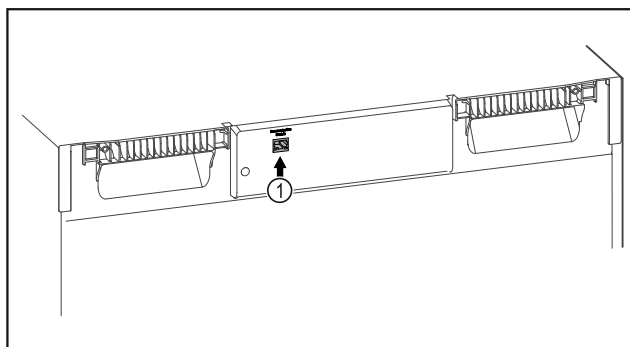

Fig. 140
- ☐ SmartModule Fig. 140 (1) is geplaatst.